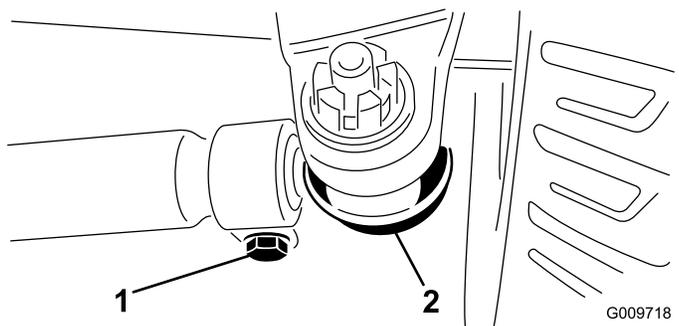

Рисунок 76
4. Ослабьте зажимы на обоих концах поперечных тяг (Рисунок 76).